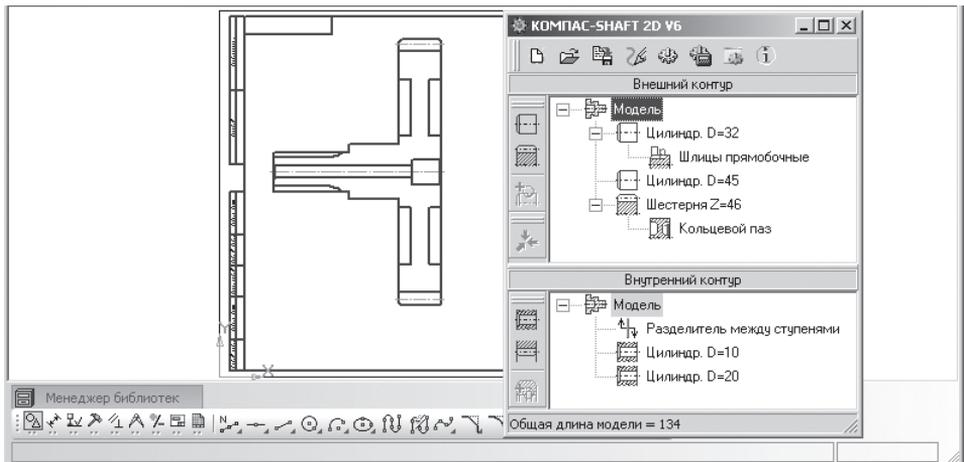
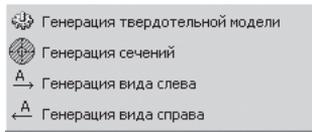

Рис. 3.36. Результат построения внутреннего контура первой и второй ступеней вала
Рис. 3.37. Выпадающее меню после активизации кнопки – **Дополнительные построения**
- аналогично постройте изображение второй ступени внутреннего контура. С размерами: длина равна 23, диаметр – 20. Введите в разделе **Справа** на вкладке **Фаска** в поле **Ширина** размер фаски, равный 1. Появится внутренний контур второй ступени вала на формате листа А3 с вертикальной ориентацией, см. рис. 3.36.
- щелкните на панели инструментов главного окна системы **КОМПАС-SHAFT 3D V6** по кнопке – **Дополнительные построения** (см. рис. 3.36). Появится выпадающее меню, см. рис. 3.37;
- щелкните в главном окне системы **КОМПАС-SHAFT 3D V6** (см. рис. 3.36) в верхнем окне **Внешний контур** по пункту **Шлицы прямоугольные**. Этот пункт выделится;
- щелкните на панели инструментов верхнего окна **Внешний контур** по кнопке  – **Дополнительные элементы ступеней** (см. рис. 3.36). Появится выпадающее меню, изображенное на рис. 3.39;